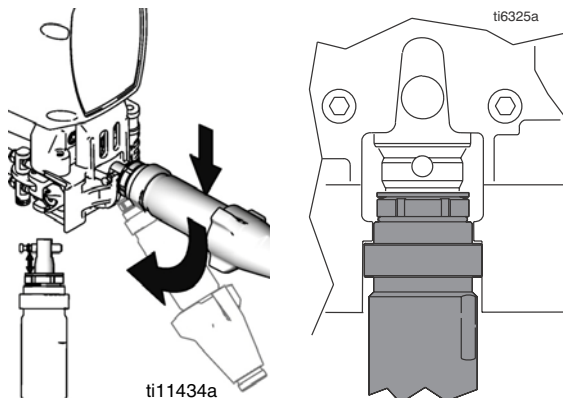

FIG. 20
1. FIG. 20. Ajuste el eje del pistón con el soporte del pasador para sacar el eje del pistón. Golpee ligeramente el eje del pistón contra una superficie dura para introducir el eje del pistón.